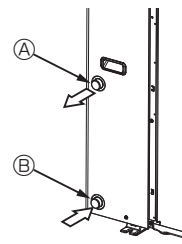

Fig. 4-1
4.1. Povezivanje cevodova za vodu (Fig. 4-1)
- Položaj ulazne i izlazne cevi prikazan je na Fig. 4-1.
[Fig. 4-1]